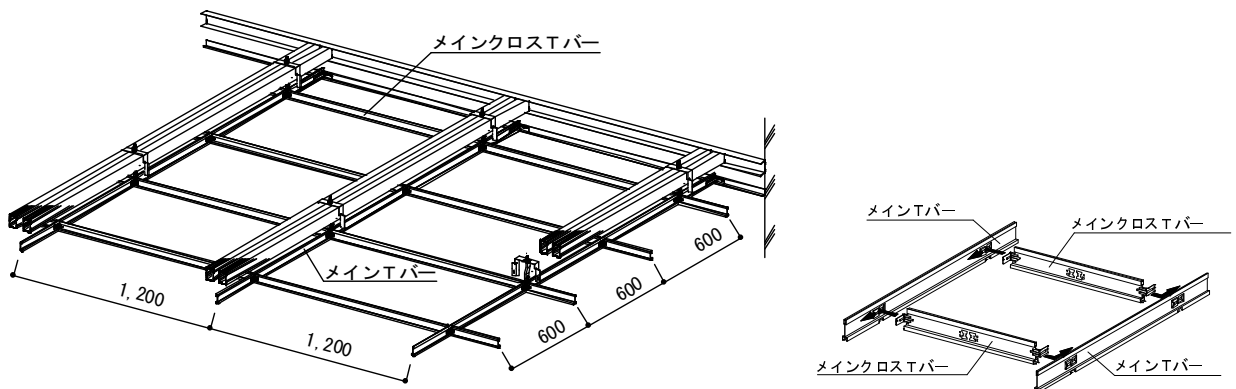

図2-9 メインクロスTバーの設置
②メインクロスTバーをメインTバーにクロスジョイントする。(図 2-9 参照)